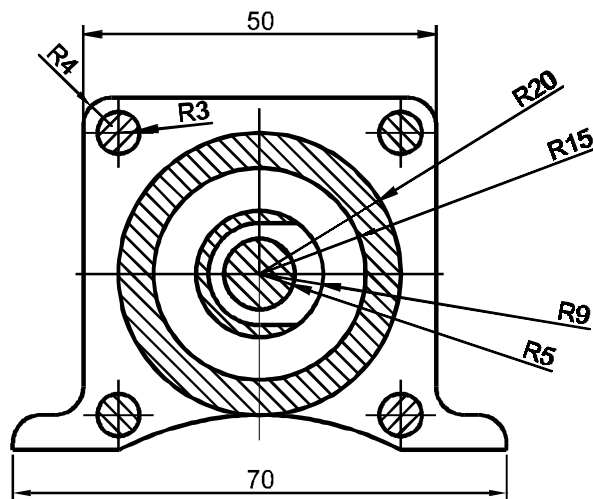

Рис. 30. Графическое задание № 3
4. Выполните графическое задание № 3 (рис. 30).